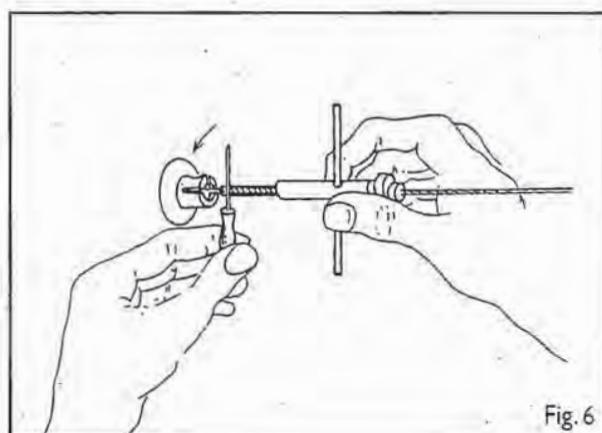

Fig. 6
3. Introducete l'asticciola d'acciaio nel foro della madrevite di tensione e il cacciavite nel foro della vite di tensione. Ruotando la vite di tensione in senso antiorario si tende il cavo (fig. 6).